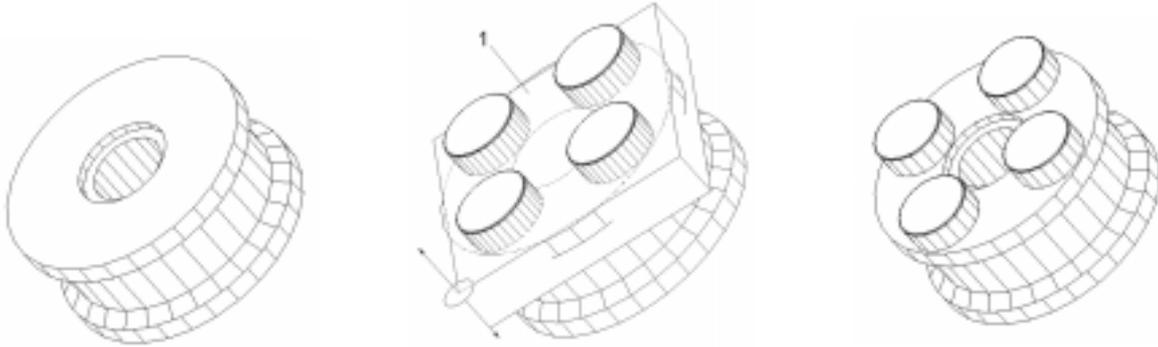

Abbildung 36 : Fertigstellen der Felge in den drei wichtigsten Schritten
- Mit [**Schneiden**] und der Option **Werkzeug: [Ebene]**. Im Menü **3D-Achse [FläNormale]** wählen und die Grundfläche 1 des Bausteins anwählen: Die Scheibe mit dem Pfeil stellt die Schnittebene (Abbildung 36) dar. Anschließend den Rest von  $2 \times 2$  löschen und die Knöpfe mit der *Felge* vereinen.